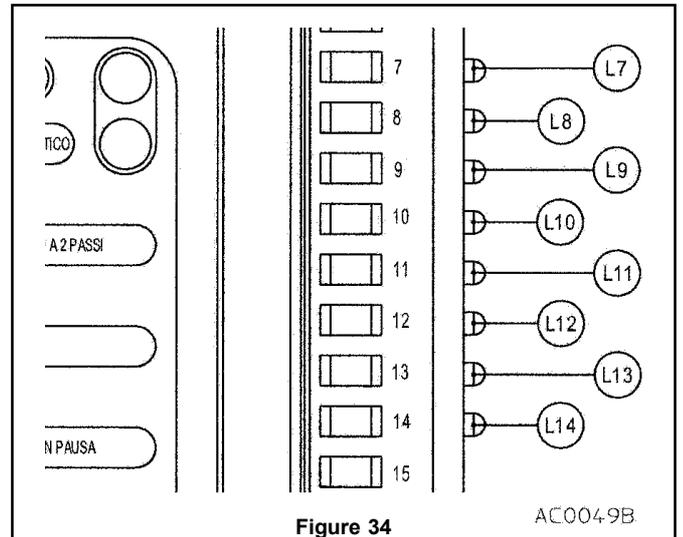
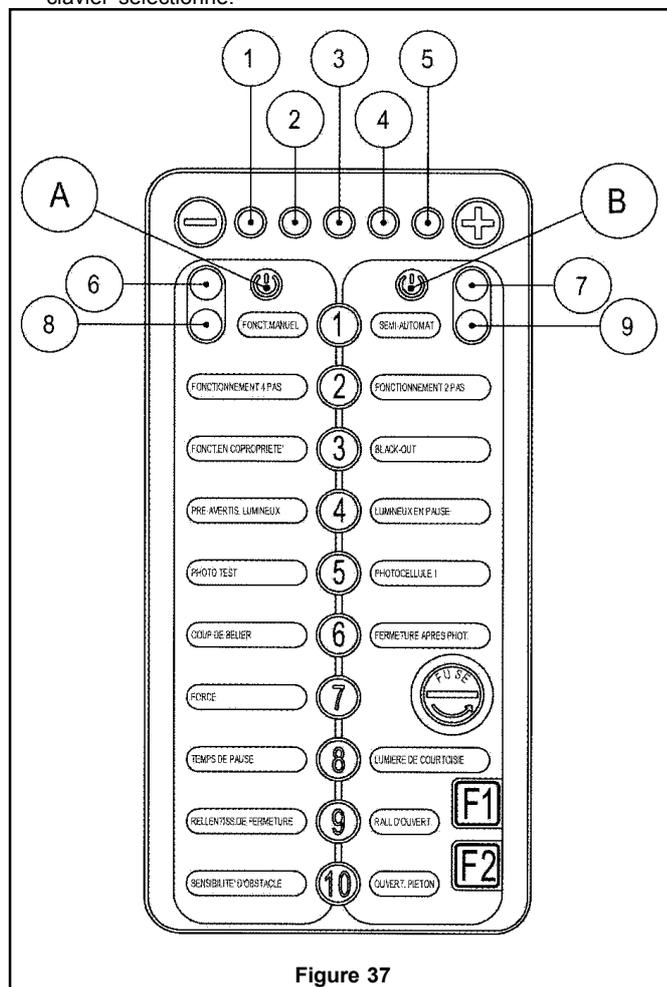

Figure 34
Figure 37
Sur le côté droit de la fiche, au-dessous des bornes, il y a une ligne de 8 Leds (fig. 34).
Les Leds L7...L14 ( fig. 34) s'allument lorsque le signal correspondant est présent. Par conséquent, des commandes normalement fermées seront allumées et vice versa. De tels signaux lumineux mettent en relief un éventuel dysfonctionnement des dispositifs connectés.
Le clavier (fig. 37) au niveau de l'unité de contrôle permet de définir les paramètres de toutes les fonctions nécessaires à la mise en marche sûre et contrôlée du système automatisé.
- La sélection du clavier de droite ou de gauche se fait en appuyant sur une des deux touches portant le symbole de l'interrupteur: la touche (A fig. 37) active le <CLAVIER DE GAUCHE>, la touche (B fig. 37) permet de sélectionner le <CLAVIER DE DROITE>.
- Lorsque le clavier a été sélectionné, les signaux lumineux rouges (8 et 9 fig. 37) et verts (6 et 7 fig. 37) clignotent alternativement. Il est possible de programmer les paramètres correspondants à l'aide des touches de 1 à 10.
- La série de Led horizontale rouges (de 1 à 5 fig. 37) indique la valeur programmée pour le paramètre concerné : plus le nombre de Led allumées est élevé, plus la valeur du paramètre est élevée. Elles servent aussi à signaler l'état d'un certain nombre de paramètres.
- Les Leds latéraux rouges (8 et 9 fig. 37) indiquent un état des paramètres qui n'ont pas été programmés s'ils clignotent, tandis qu'ils indiquent la détection du signal de fin de course (droit ou gauche) lorsqu'ils sont allumés (lumière rouge fixe).
- Les Leds latéraux verts (6 et 7 fig. 37) indiquent un état des paramètres programmés ou le bon fonctionnement suivant le clavier sélectionné.
- Lorsque le Led 1 sur la fig. 37 s'allume, la mise en marche est correcte ; relâcher les touches.
- Vérifier que les 2 Leds rouges <OFF> (8 et 9 fig. 37) clignotent et que 4 des 8 Leds latéraux sont fixes (fig. 34):
- Dès que l'on atteint la fin de course de la fermeture (portail complètement fermé), relâcher la commande ; une des Leds rouges <OFF> (8 et 9 fig. 37) signale que la fin de course est atteinte lorsque la lumière est fixe.
- Vérifier que les signaux lumineux verts 6 et 7 (fig. 37) clignotent en indiquant qu'une valeur de la vitesse a été enregistrée.
- Vérifier que le signal lumineux 8 ou 9 du clavier (fig. 37) signale que la fin de course a été atteinte.